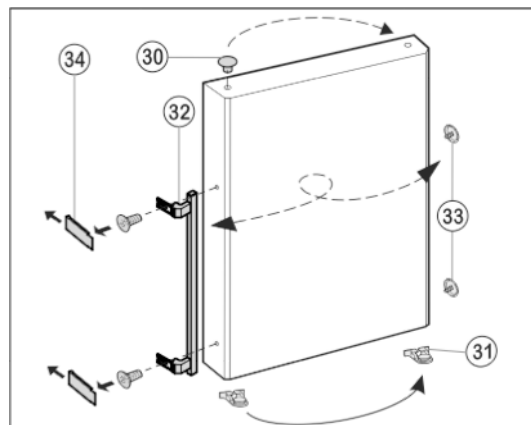

Fig. 11
- ▶ Enlever le bouchon *Fig. 11 (30)* du coussinet de la porte et le permuter de l'autre côté.
- ▶ Démontez la poignée de porte *Fig. 11 (32)*, les bouchons *Fig. 11 (33)* et les plaques d'appui* *Fig. 11 (34)* et les permuter sur le côté opposé.